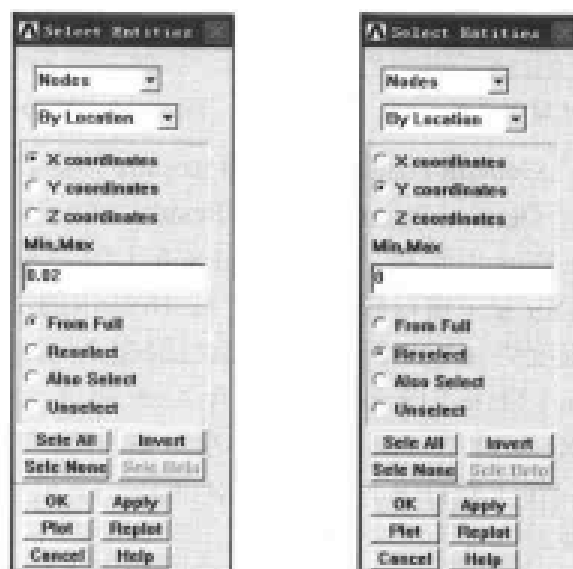

图 12-17 选择节点对话框
(7) 选择 Utility Menu | Select | Entities 命令, 出现 Select Entities 对话框。在第 1 个下拉列表框中选择 Nodes 选项, 在第 2 个下拉列表框中选择 By Location 选项, 在第 3 个选项组中选中 X coordinate 单选按钮, 在 Min,Max 文本框中输入 0.02, 在第 5 个选项组中选中 From Full 单选按钮, 如图 12-17 (a) 所示。
(8) 单击 Apply 按钮, 在第 3 个选项组中选中 Y coordinate 单选按钮, 在 Min,Max 文本框中输入 0, 在第 5 个选项组中选中 Reselect 单选按钮, 如图 12-17 (b) 所示, 单击 OK 按钮关闭该对话框。